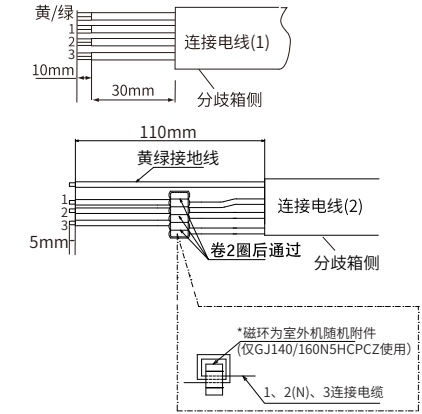

图42-2
分歧箱电线连接如图42-2所示。
- (3) 按照图42-2端子台下方的文字，连接对应的室内/外机连接电线
- (4) 用连接线压板固定连接电线。